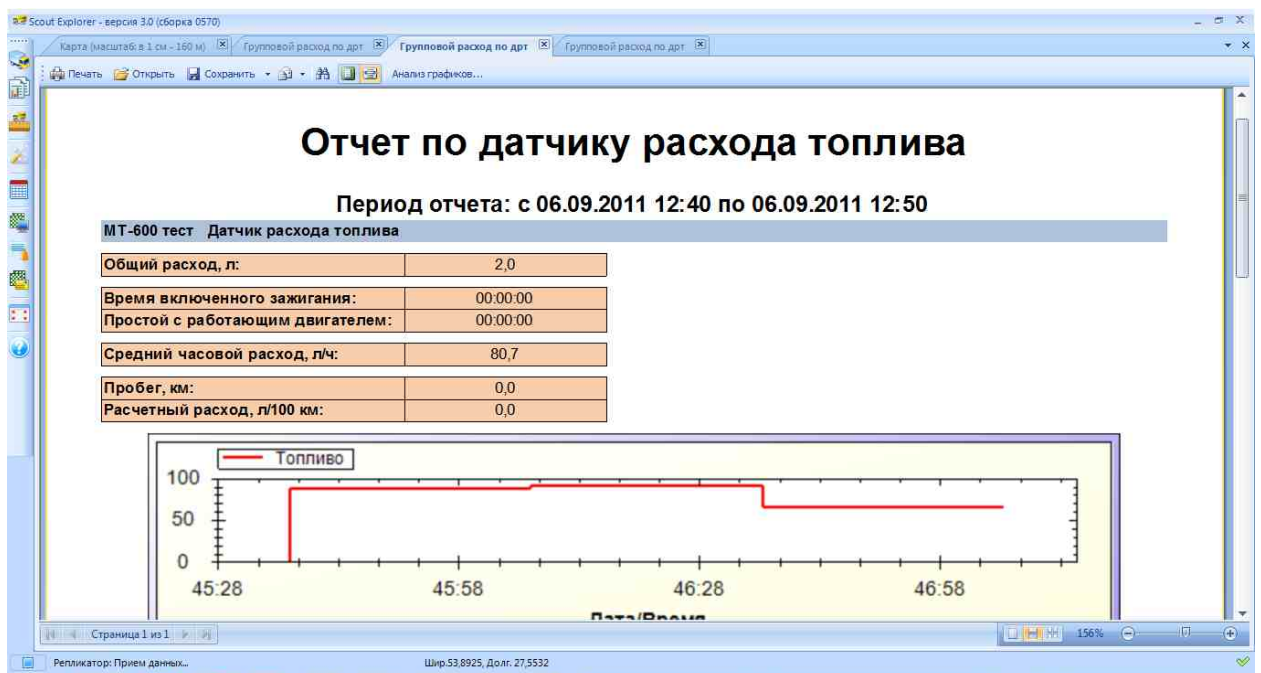

Рисунок 5
3.4. После завершения расчета будет выведен отчет, в котором отображаются графики мгновенного расхода, скорости и зажигания, а также статистическая информация о количестве потраченного топлива и других параметрах (Рис. 5):